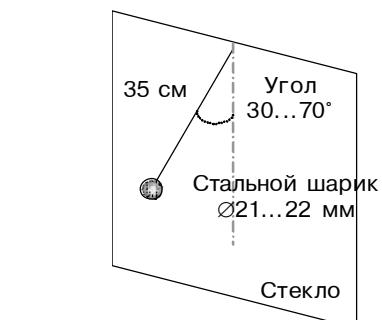

Рис. 35 Нанесение имитационного удара по стеклу при настройке извещателя
- нанесите в наиболее удаленной части контролируемого стеклянного листа неразрушающий удар испытательным шариком диаметром 21...22 мм, подвешенным на нити длиной 35 см как показано на рис. 35 (рекомендуемые значения угла отклонения нити подвеса шарика в зависимости от толщины и типа стекла приведены в табл. 12, для стеклоблоков угол отклонения нити 45°);